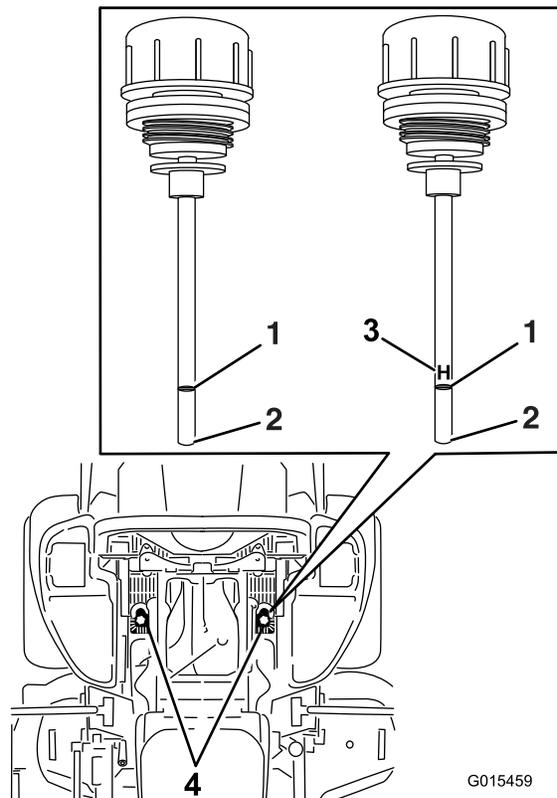

図 85
5. 油圧システムのリザーバーのディップスティックの周囲を清掃する (図 85)。
6. 油圧リザーバからレベルゲージ1本を取り外す (図 85)。
8. レベルゲージを取り外し、端を見る (図 85)。